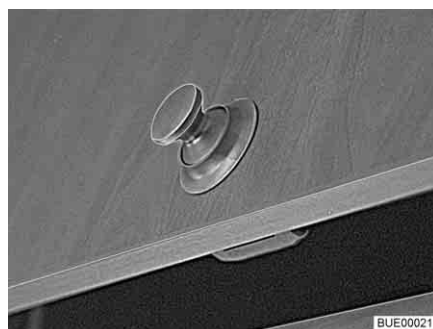
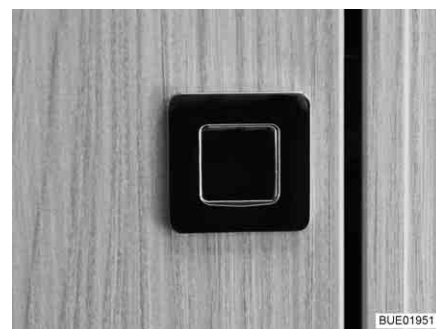

Bild 44 Skåplucka med rund tryckknapp
Bild 45 Skåplucka med rektangulär tryckknapp
- Tryck på låsets inre del. Tryckknappen (Bild 44 och Bild 45) skjuts ut.